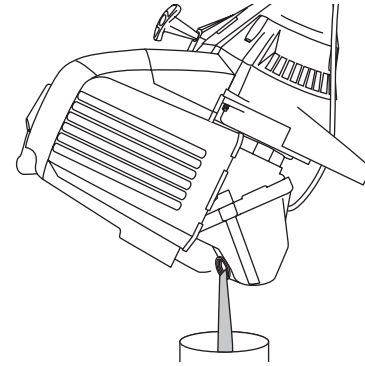

Figure 28
3. Vierta el aceite fuera del orificio de llenado de aceite en un recipiente inclinando la unidad hasta una posición vertical (Fig. 28). Deje suficiente tiempo como para completar el drenaje.